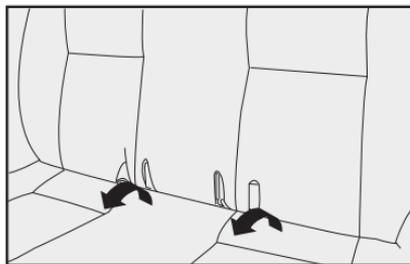

fig. 132
2) Incline el asiento tirando de él hacia delante **flechas-fig. 132**.